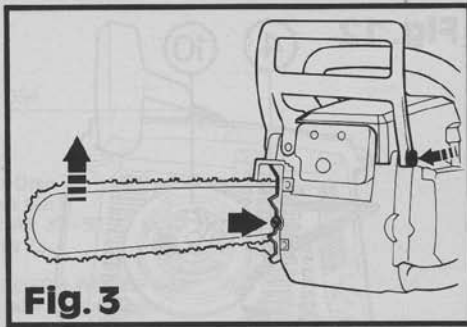

Fig. 3
5. Schwertschärfe anheben und dabei gleichzeitig die Kette mit der Spannschraube spannen. Sie ist richtig gespannt, wenn sie an der Schwertunterseite anliegt und von Hand noch durchgezogen werden kann. Befestigungsmuttern und Befestigungsschraube gut festziehen (Fig. 3).